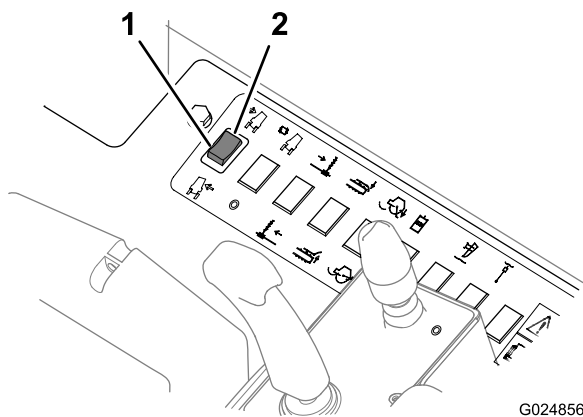

Рисунок 46
- Нажмите верхнюю часть этого переключателя вниз (Рисунок 46) для наклона машины вправо на наклонной поверхности.
- Нажмите нижнюю часть этого переключателя вниз (Рисунок 46) для наклона машины влево на наклонной поверхности.